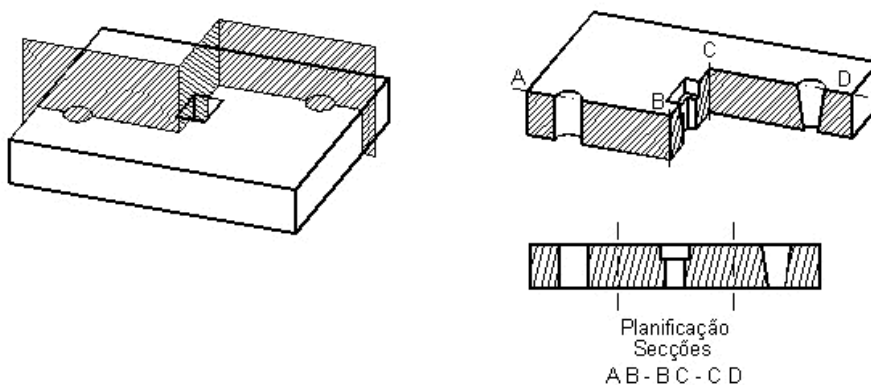

Figura 39: Cortes e Planificação de Seções.
- Recorrer a uma planificação das várias secções resultantes dos planos de corte considerados por forma a ficarem como que integradas numa mesma vista adicional, conforme se ilustra na Figura 39.